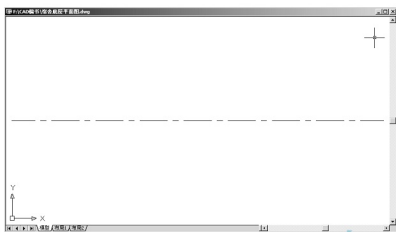

图 2.23 调整 A 轴线的显示
(3) 在命令行输入“Z”后按Enter键,再输入“E”后按Enter键,执行【范围缩放】命令,这样等于把图形由近推远,所以可以看到线的两个端点,如图2.23所示。